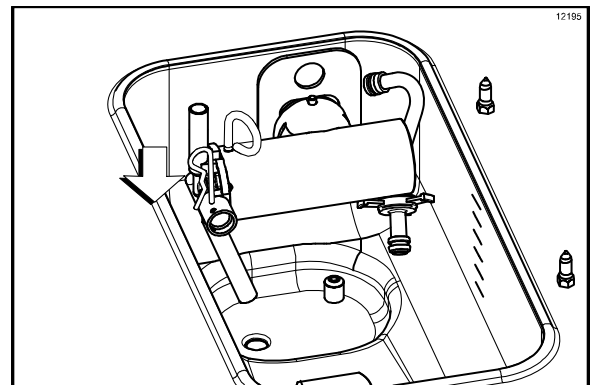

Abbildung 165
12. Den Splint von der Pumpe abziehen. Produktzulaufrohr in die Ecke des Vorratsbeckens stellen. Den Splint wieder in das Auslass-Anschlussstück der Pumpe einsetzen. (Siehe Abbildung 165.)